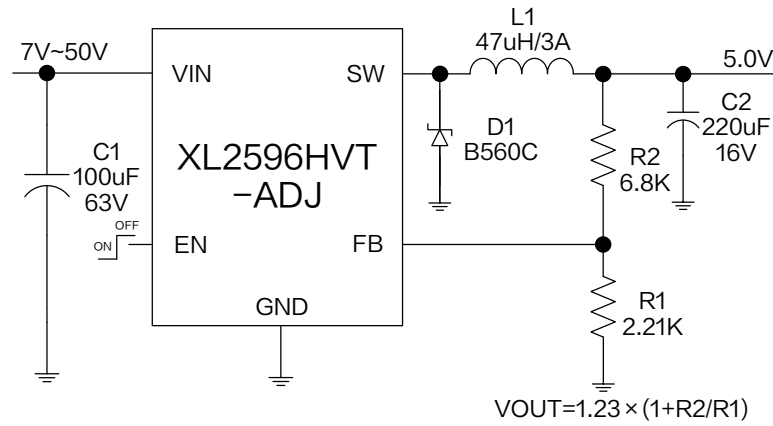
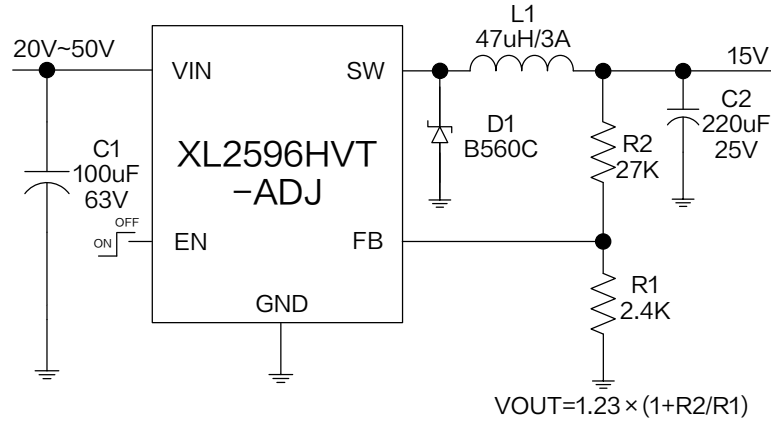

图 4. XL2596HVT -ADJ 系统参数测量电路 ( $V_{OUT}=5.0V$ )
图 6. XL2596HVT -ADJ 系统参数测量电路 (  $V_{OUT}=15V$  )
**XL2596HVT -ADJ 电气特性** $T_A = 25^\circ\text{C}$ ; 图4与图6系统参数测量电路, 除非特别说明。
$T_A = 25^\circ\text{C}$ ,  $V_{IN} = 12\text{V}$ ,  $V_{EN} = 0\text{V}$ , 图4系统参数测量电路, 除非特别说明。